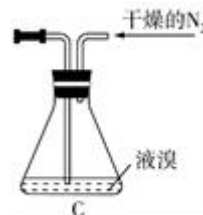

图 2
(1) 仪器 A 的名称是\_\_\_\_\_，实验中不能用干燥空气代替干燥  $\text{N}_2$ ，原因是\_\_\_\_\_
(2) 如将装置 B 改为装置 C(图 2)，可能会导致的后果是\_\_\_\_\_
(3) 步骤 3 中，第一次过滤除去的物质是\_\_\_\_\_
(4) 有关步骤 4 的说法，正确的是\_\_\_\_\_